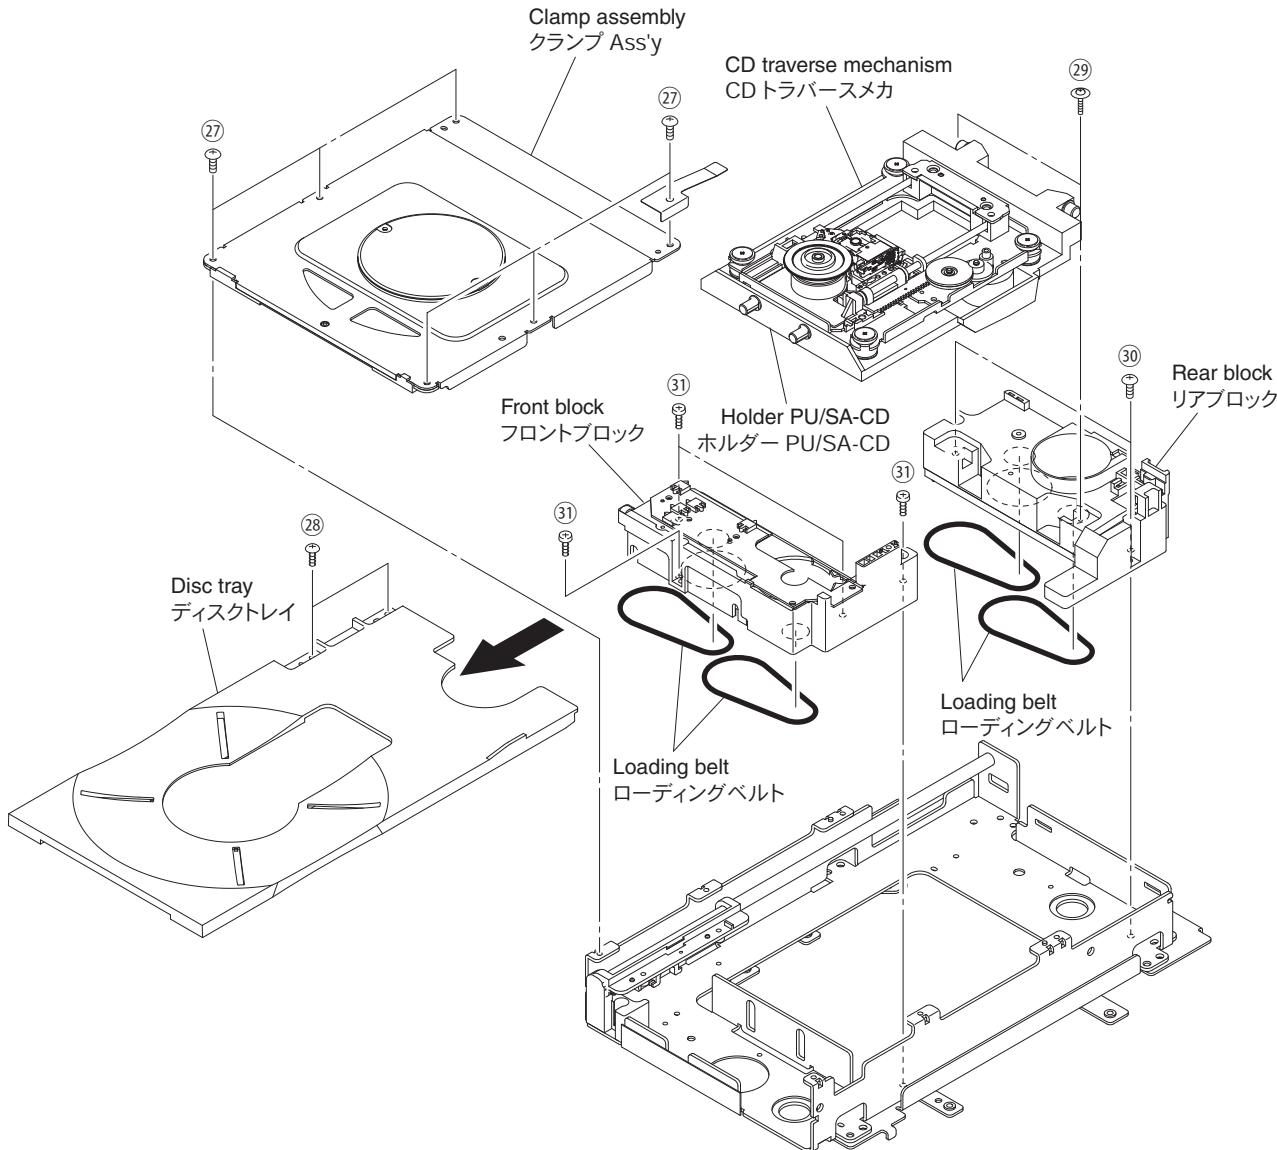

Fig. 12
- a. Remove 6 screws (27) and then remove the clamp assembly. (Fig. 12)
- b. Push out the disc tray by pushing its rear. (Fig. 12)
- c. Remove 2 screws (28) and then remove the disc tray. (Fig. 12)
- d. Remove 2 screws (29). (Fig. 12)
- e. Remove the CD traverse mechanism together with the holder PU/SA-CD. (Fig. 12)
- f. Remove 2 screws (30) and then remove the rear block. (Fig. 12)
- g. Remove the 2 loading belts. (Fig. 12)
- h. Remove 4 screws (31) and then remove the front block. (Fig. 12)
- i. Remove the 2 loading belts. (Fig. 12)
- a. ②7 のネジ 6 本を外し、クランプ Ass'y を外します。 (Fig. 12)
- b. ディスクトレイの後方を押し、ディスクトレイを押し出します。 (Fig. 12)
- c. ②8 のネジ 2 本を外し、ディスクトレイを外します。 (Fig. 12)
- d. ②9 のネジ 2 本を外します。 (Fig. 12)
- e. CD トラバースメカをホルダー PU/SA-CD と一緒に外します。 (Fig. 12)
- f. ③0 のネジ 2 本を外し、リアブロックを外します。 (Fig. 12)
- g. ローディングベルト 2 本を外します。 (Fig. 12)
- h. ③1 のネジ 4 本を外し、フロントブロックを外します。 (Fig. 12)
- i. ローディングベルト 2 本を外します。 (Fig. 12)